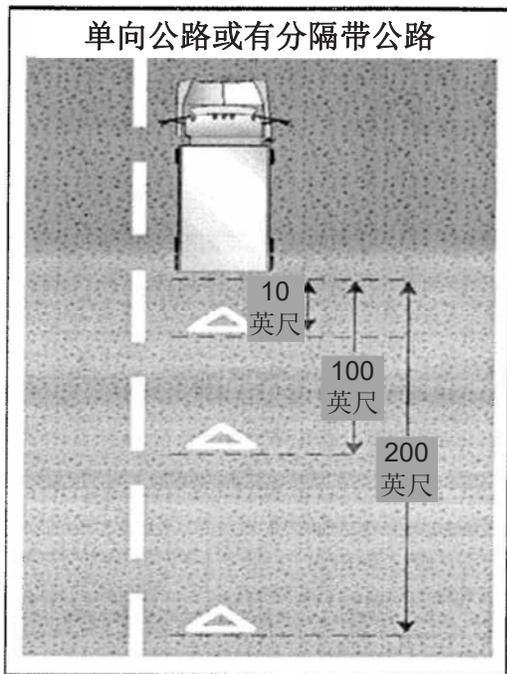

图 2.8
- 如果必须在单向行驶公路或有分隔带公路的路上或路旁停车，请在距离驶近车辆的 10 英尺、100 英尺和 200 英尺处摆放警告装置（如道路照明弹、三角形反光板、路锥等）。*请参见图 2.8。*